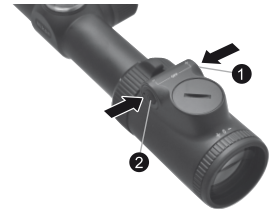

Fig. 3-4
Tryk på belysningsjusteringsknappen "+" ❶ eller belysningsjusteringsknappen "-" ❷ for at tænde for belysningen (Fig. 3-4).